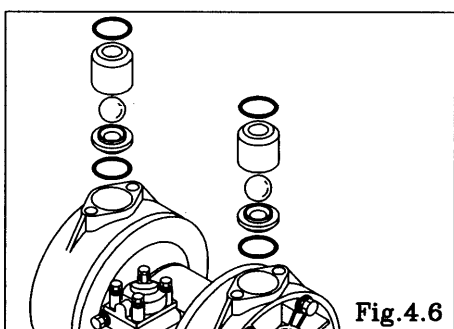

Fig.4.6
- ・O リング、バルブ受け、ボール、バルブシートを取り外す。〔Fig.4.6〕